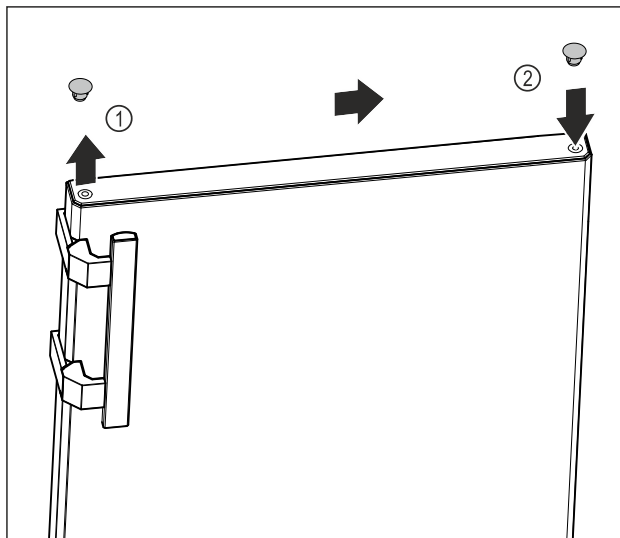

Fig. 13
- Løft forsigtigt dækproppen på dørens overside Fig. 13 (1) af ved hjælp af en kærveskrue-trækker.
- Indsæt dækproppen på den modsatte side. Fig. 13 (2)